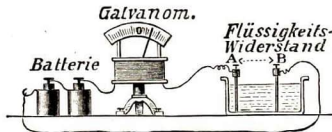

Abb. 368. Flüssigkeitswiderstand
**3. Auch Flüssigkeitssäulen** bieten dem elektrischen Strom einen Widerstand dar (Abb. 368).